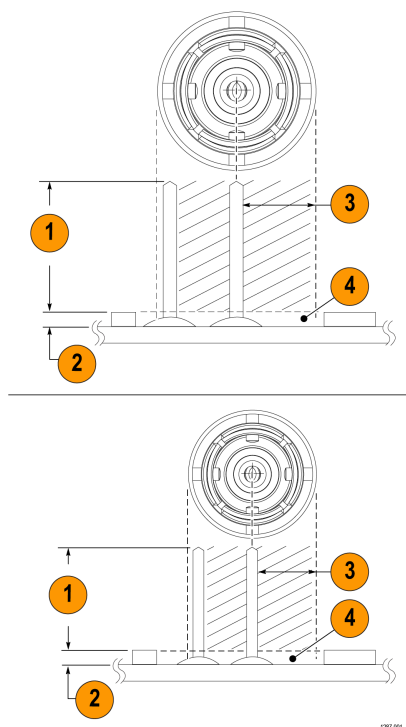

図7: アダプタの設置要件
ソルダ・ピンは、回路基板の表面実装コンポーネントの周囲に取り付けることができますが、アダプタの電気接続を良好にするために、十分な隙間を確保してください。図7 (28 ページ)
3. 必要に応じて少量の接着剤を塗布すると、さらに回路基板への固定が強化されます。ただし、アダプタの電気接点を良好に保つために、塗布する接着剤の厚みを最小限に抑えてください。図7 (28 ページ)